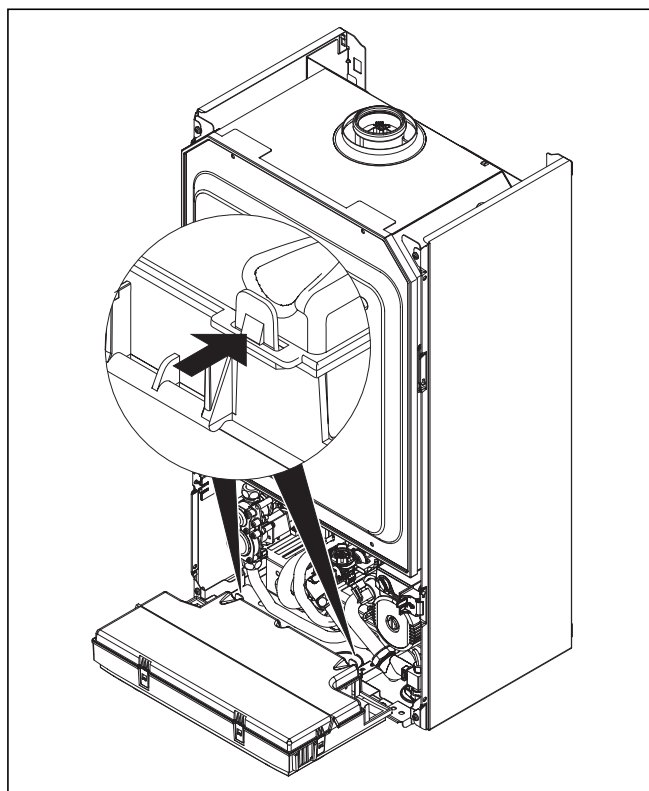

Рис. 5.7 Открывание задней стенки распределительной коробки
- Проложите сетевой кабель до уровня подключения системы в распределительной коробке, как изображено на рис. 5.7 и 5.8.
- Подсоедините сетевой провод к предусмотренным для него клеммам $\oplus$, N и L системы ProE (см. рис. 5.7 и 5.8).